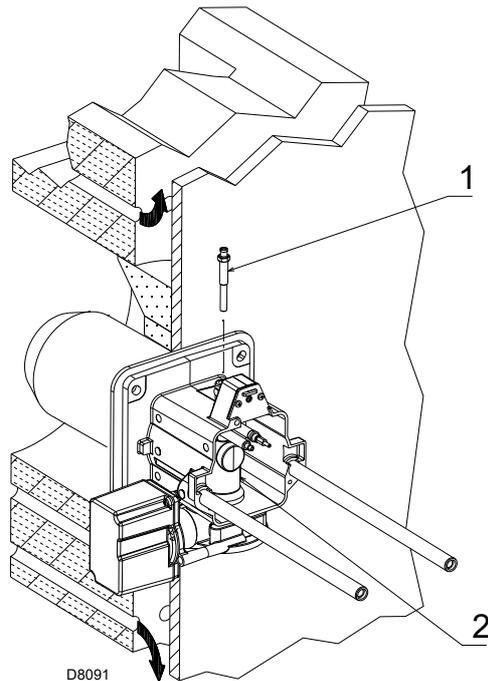

Fig. 15
- retirer la vis 1)(Fig. 15)
- extraire la partie interne 2)(Fig. 15) de la tête et en effectuer le réglage.
A ce moment de l'installation la tête de combustion est fixée à la chaudière comme sur la Fig. 15.